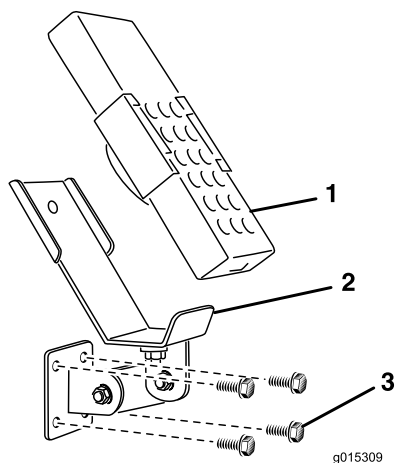
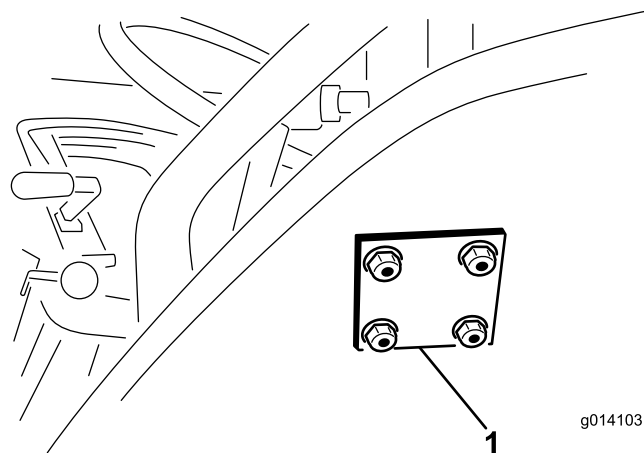

Figura 12
Figura 13
3. Utilizando a placa posterior como modelo, localize, marque e faça (4) furos de 11/32 pol. (0,87 cm) de diâmetro na superfície de montagem do veículo de reboque.
4. Ligue o suporte de montagem e placa posterior com (4) parafusos de cabeça flangeada 5/16 x 1-1/2 pol. e porcas de bloqueio flangeadas (Figura 12 e Figura 13).